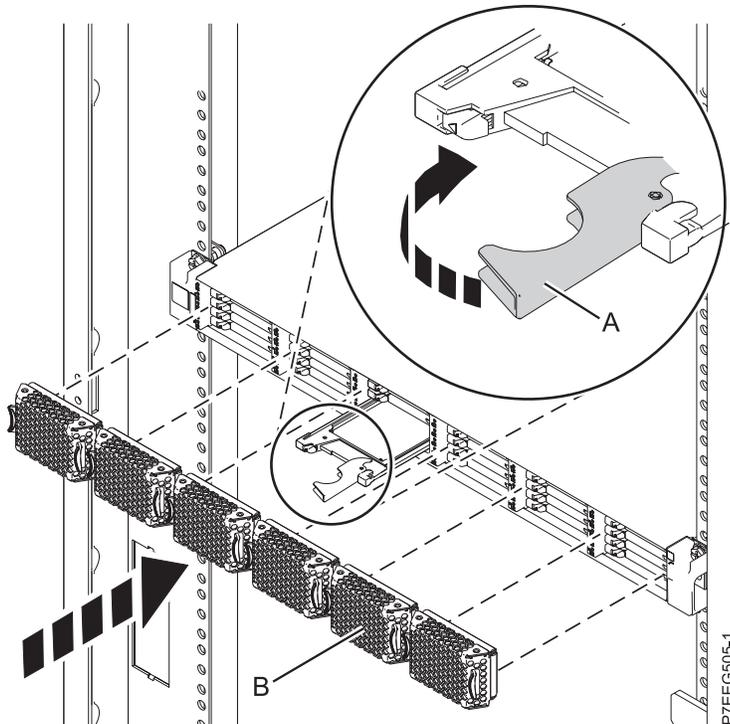

Figure 33. Remplacement d'une unité SSD dans l'armoire de stockage PCIe ED/R1.
4. Lorsque le voyant d'identification de l'unité SSD clignote, faites glisser complètement l'unité SSD dans l'armoire de stockage PCIe ED/R1 jusqu'à ce qu'il soit complètement encastré. Puis tournez la poignée (A) pour la mettre en position verrouillée. Pour plus d'informations, voir figure 33, à la page 56.
5. Installez le panneau (B).